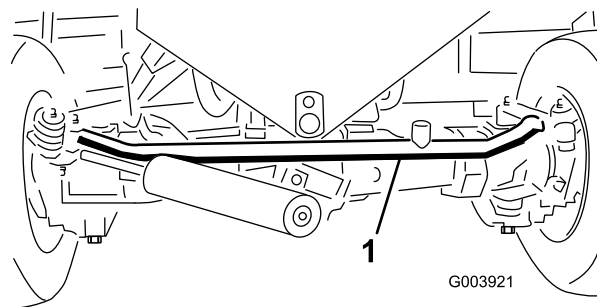

Figura 66
3. Desaperte as abraçadeiras que estão em ambas as extremidades da barra de ligação (Figura 66).